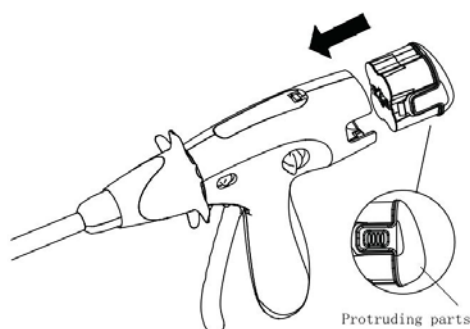

Fig. 4
2.2 Instale el juego de baterías. La batería debe instalarse antes de su uso. La película de liberación del envoltorio de baterías está alineada con la ranura detrás del dispositivo para insertar el juego de baterías. Es necesario bajar el saliente del envoltorio de baterías e insertarlo en la grapadora. El contador no se insertará completamente en la grapadora (Fig.4). Asegúrese de que la batería esté completamente insertada en la grapadora.